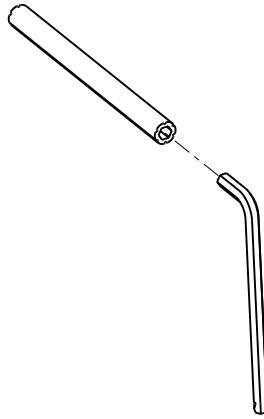

Figure 18 – Clé à 6 pans et rallonge d'outil d'extraction
2. Retirer la clé à 6 pans et la rallonge d'outil d'extraction du cache central (Figure 18).